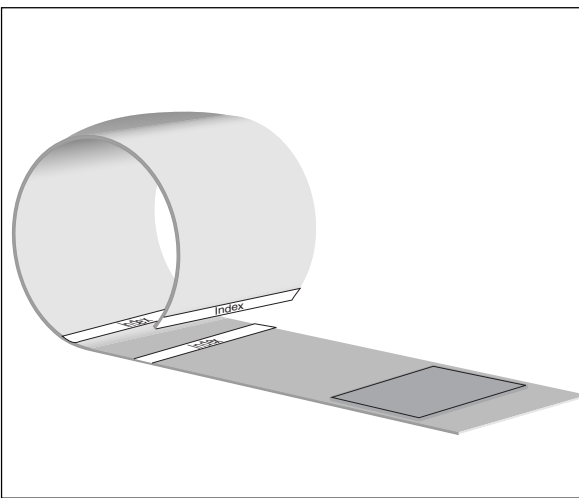

Bild 4-2 Anlegen der Manschette
- sich beim Schließen die gestrichelte, weiße Linie innerhalb der beiden gestrichelten Linien mit dem Symbol **Index** befindet (andernfalls andere Manschettengröße wählen, Bild 4-2),